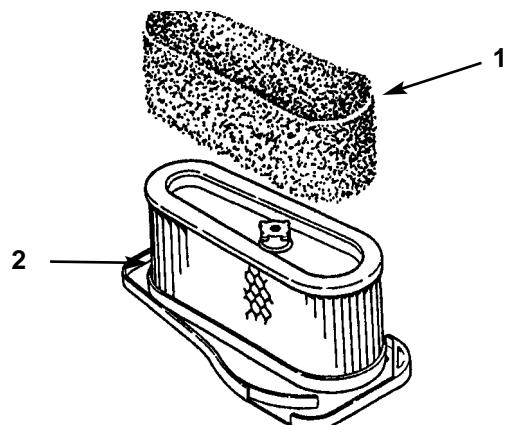

Fig. 28
4. Togliete delicatamente il filtro di spugna dal filtro di carta (Fig. 28)
- 1. Mettete delicatamente il filtro di spugna sopra il filtro di carta (Fig. 28).